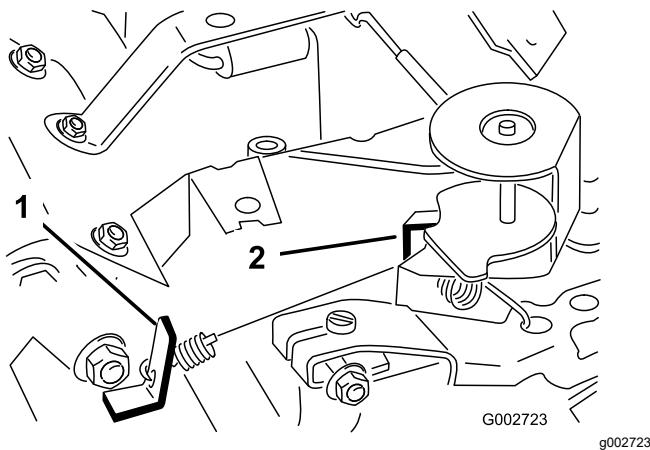

Figure 41
3. Courbez la languette d'ancrage du ressort de ralenti régulé (Figure 41) pour obtenir un régime de ralenti de 1 675 à 1 175 tr/min.
6. Courbez la languette d'ancrage du ressort de haut régime (Figure 41) pour obtenir un haut régime de 3 350 à 3 450 tr/min.